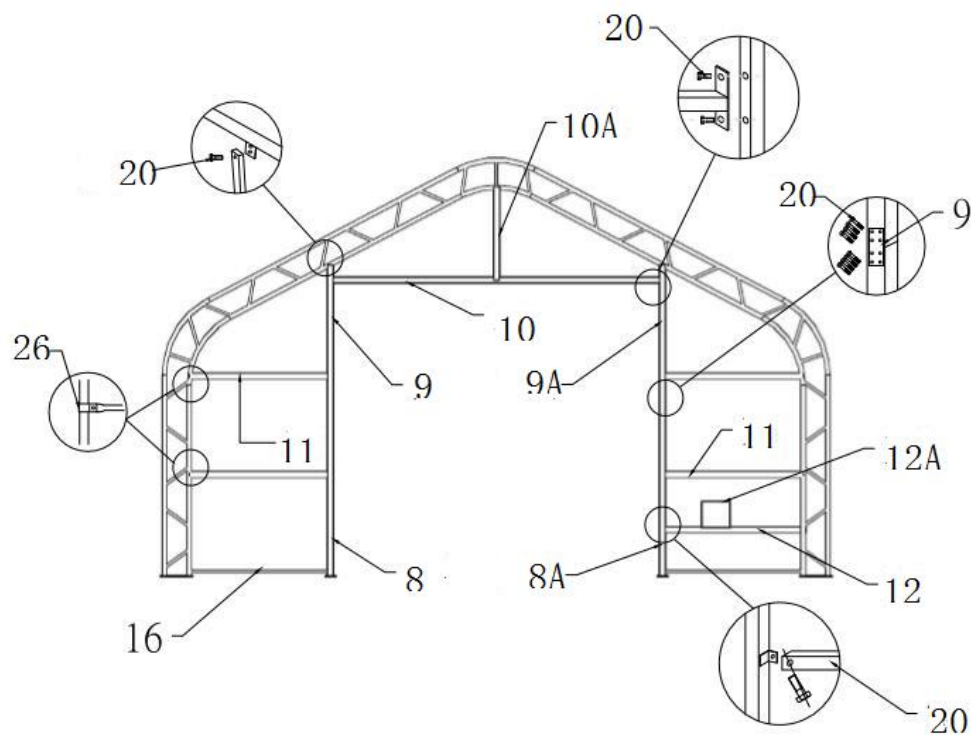

Bild 7: Fram- och bakdörrens duk
1. Bild 7 visar montering av dörrkarmen.